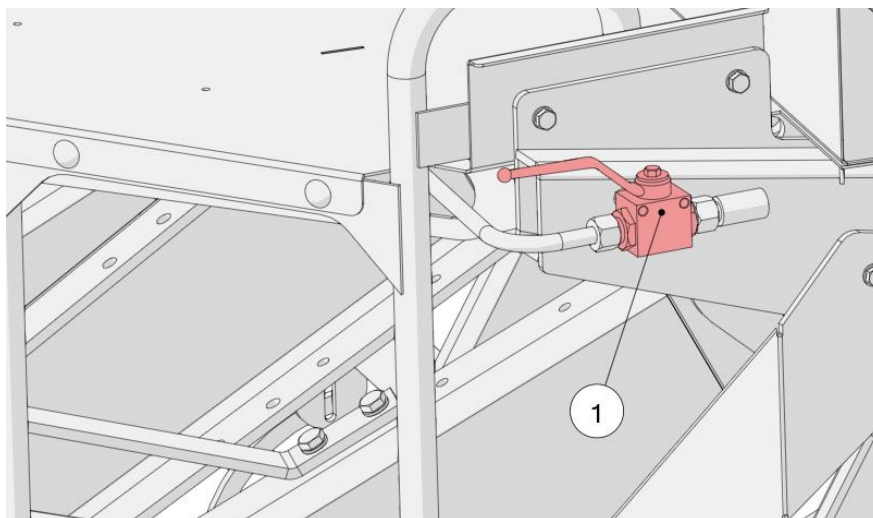

Рисунок 9. Запорный клапан задней крышки
Гидравлический запорный клапан (1) используется для защиты задней крышки от нежелательного опускания (рис. 9). Для этого откройте заднюю крышку, а затем поверните запорный клапан (1) в закрытое положение. Чтобы разблокировать заднюю камеру, переставьте клапан в рабочее положение и закройте камеру.